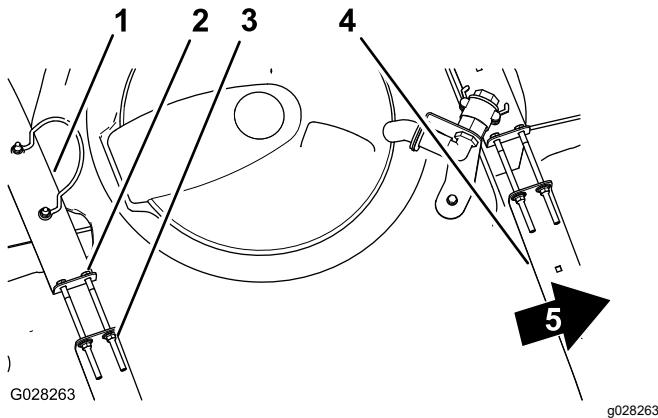

Figura 69
2. Compruebe si hay holgura entre los flejes y el depósito (Figura 69).
3. Si los flejes tienen holgura, apriete las contratuerca con arandela prensada y los pernos del extremo superior de los flejes hasta que los flejes queden apretados contra la superficie del depósito (**Figura 69**).